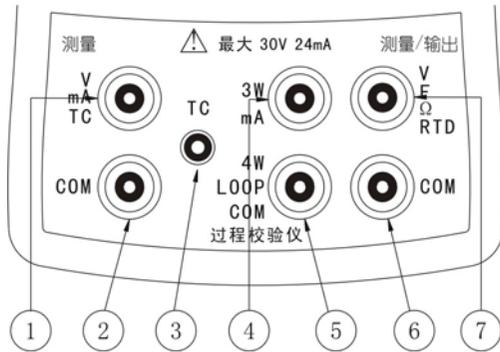

图 3 输出和测量插孔
测试表笔的插孔见图 3，具体功能说明见表 2。
使用校验仪测量或输出信号时，相应功能的插孔会闪光提示操作。如使用输出/测量端进行电压测量时，图 3 中的插孔⑥、⑦会闪光，此时便可将测试表笔插入该插孔。